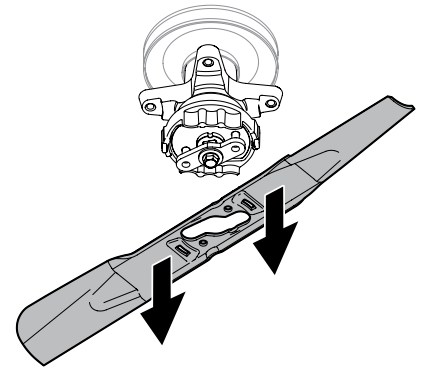

Figura 4-8
5. Cuando el agujero en el centro de la hoja se alinee con el retenedor de la hoja del jinete, baje con cuidado la hoja. Ver Figura 4-8.